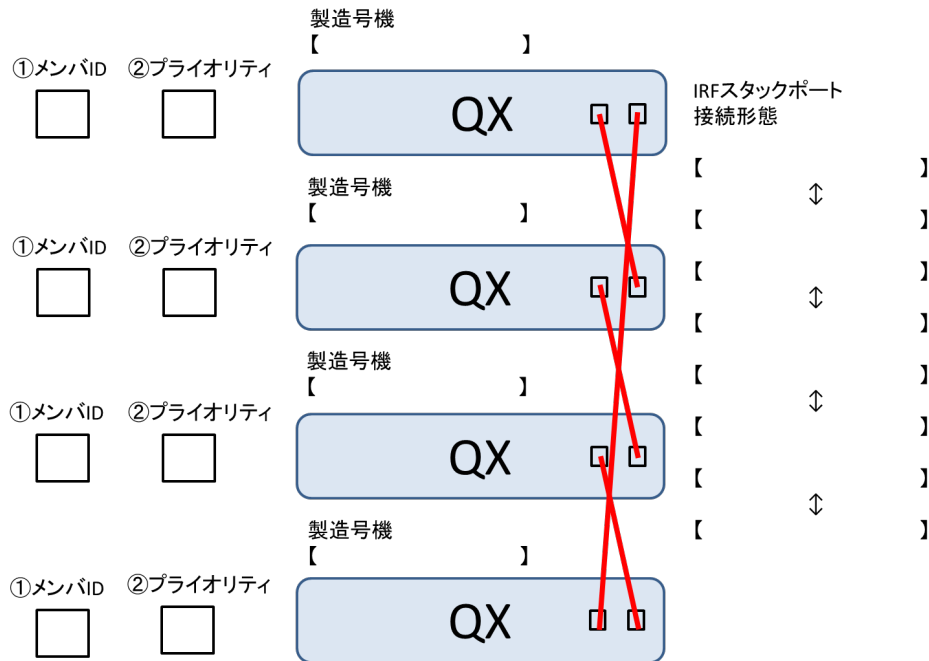

図 8-1 IRF スタック構成図
IRF スタック構成時の交換作業を実施する前に”*単体構成時の情報入手*”に記載された 4 点に加え、お客様より IRF スタック構成時の情報を入手してください。図 8-1 を参考にし、て記録しておいてください。お客様から IRF スタック構成時の情報を入手できない場合は、営業部門、SE 部門にエスカレーションして情報を入手してください。事前にお客様または営業部門、SE 部門より IRF スタック構成時の情報を入手できない場合は、現地で確認してください。以下に現地で確認する手順を示します。
上記表示例の MemberID が IRF スタックメンバ ID になります。図 8-1 の①に該当します。Priority がプライオリティになります。図 8-1 の②に該当します。Description が IRF スタックメンバスイッチの説明になります。Mac persistent が IRF スタックブリッジ MAC アドレスの維持時間になります。Auto upgrade がソフトウェアオートアップグレードの設定となります。